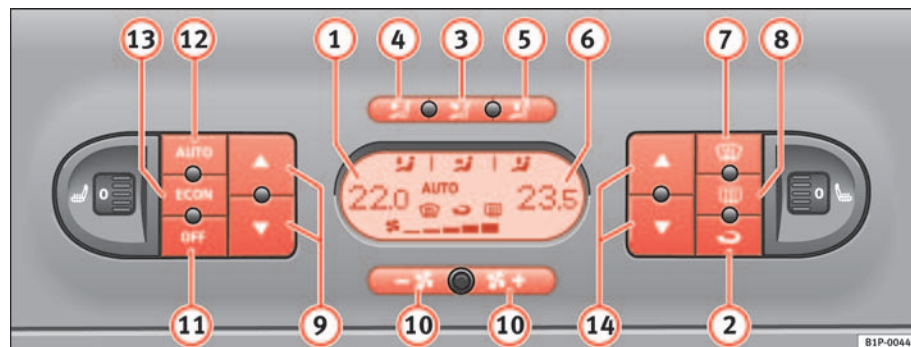

Fig. 111 Mandos del 2C-Climatronic en el tablero de instrumentos
- Para activar el modo manual pulse una de las teclas ⇒ **página 158, fig. 111** (3) al (5), la tecla **ECON** o pulse las teclas de la turbina (10). El símbolo **AUTO** desaparecerá del display.
- Pulse la tecla  ⇒ **página 158, fig. 111 ②** para conectar o desconectar la recirculación de aire. Está conectada si en el display aparece el símbolo .